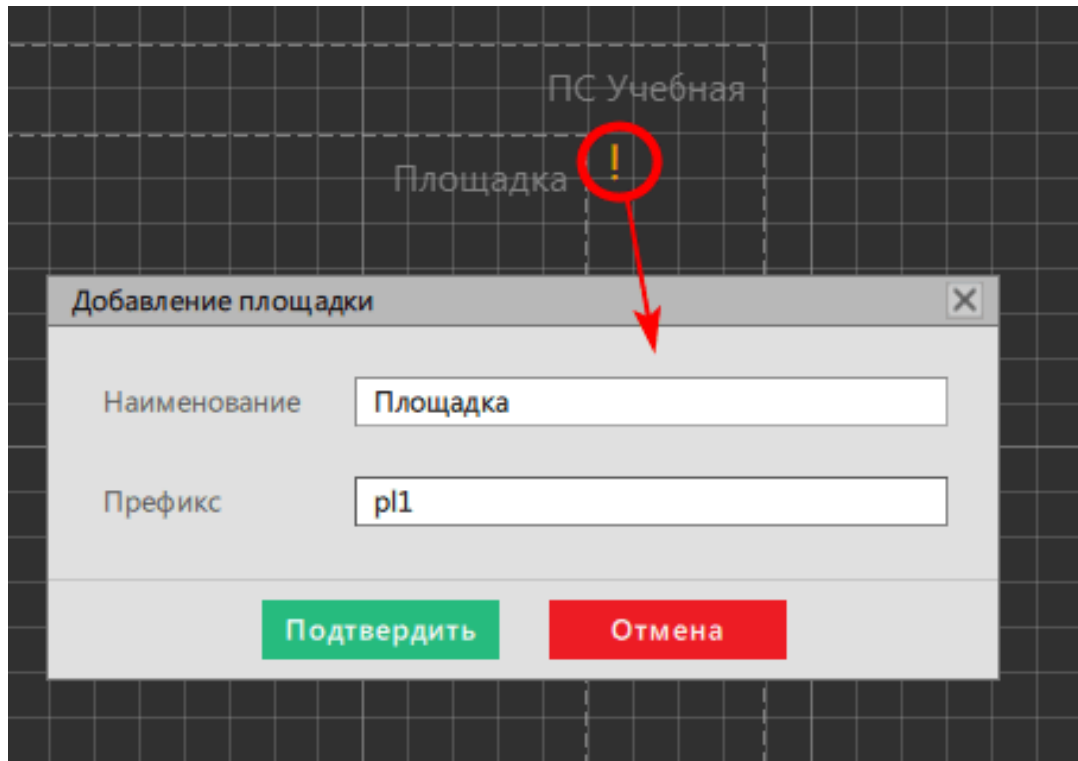

Рисунок 375 - Добавление площадки
5. Выделите область в редакторе внутри энергообъекта из п.3, нажмите на ! с зажатой клавишей *Alt* и задайте наименование и префикс площадки (Рисунок 375).